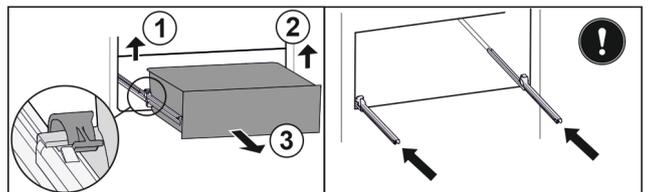

Fig. 92
- ▶ Levante la brida izquierda y, simultáneamente, tire de la parte izquierda del cajón hacia delante. Fig. 92 (1)
- ▶ Levante la brida derecha y, simultáneamente, tire de la parte derecha del cajón hacia delante. Fig. 92 (2)
- ▶ Extraiga el cajón hacia delante. Fig. 92 (3)